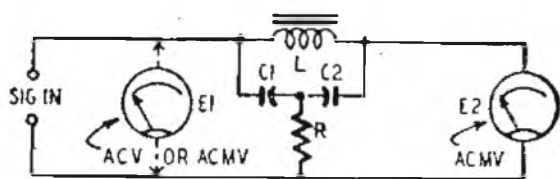

Fig. 1 — Circuito fondamentale per la misura della distorsione totale, costituito essenzialmente da un filtro a T.
Il circuito fondamentale per la misura della distorsione usato su ampia scala è illustrato in fig. 1. Si tratta di un filtro a T e su esso è basato il distorsiometro descritto in questo ar-
2) L'induttanza  $L$  (fig. 1) deve avere un  $Q$  più elevato di quanto normalmente è richiesto per le impedenze di filtro. Se il  $Q$  di questa induttanza non è sufficientemente elevato le armoniche vengono attenuate e lo strumento non dà più l'esatta misura della distorsione.